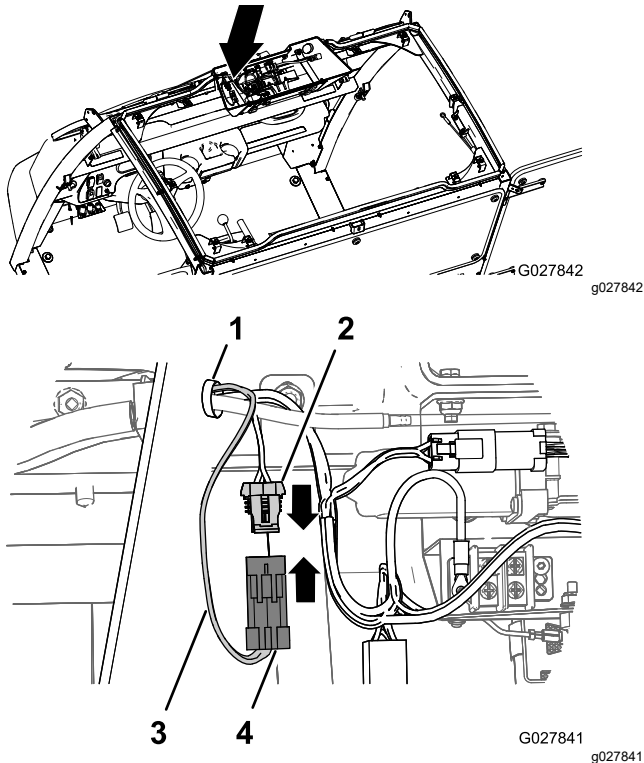

Figura 42
1. Nella consolle sovrastante, disponete l'estremità del connettore a 2 pin del cablaggio preassemblato per la pompa di lavaggio attraverso il foro nella consolle sovrastante (Figura 42).
2. Allineate il connettore a 2 pin del cablaggio preassemblato della pompa di lavaggio al connettore a 2 prese del cablaggio preassemblato della cabina (Figura 42).
3. Spingete i 2 connettori tra loro fino a quando il connettore non è saldo (Figura 42).
4. Disponete il connettore a 2 prese del cablaggio preassemblato per la pompa di lavaggio a sinistra della consolle sovrastante lungo la guarnizione di battuta nella parte anteriore del telaio della cabina (Figura 42).